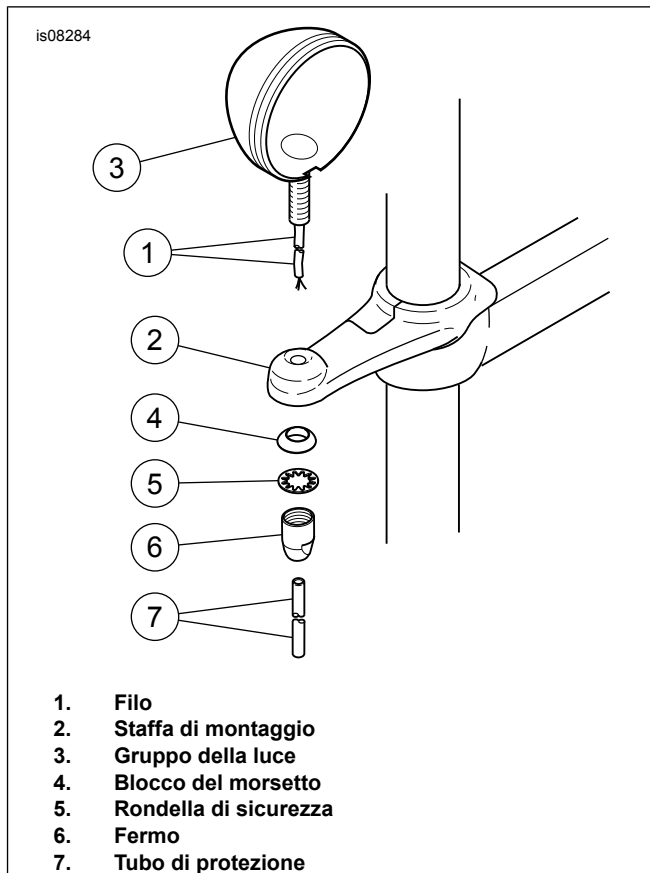

Figura 2. Installazione delle luci (illustrato il lato destro)
5. Vedere Figura 2. Far passare il filo della luce (1) attraverso il foro della staffa di montaggio (2), e fissare la luce (3) alla staffa utilizzando un blocco del morsetto (4), la rondella di sicurezza (5) e un fermo (6) dal kit. Serrare il fermo ad una coppia di 16-18 ft-lb (22-24 N·m).